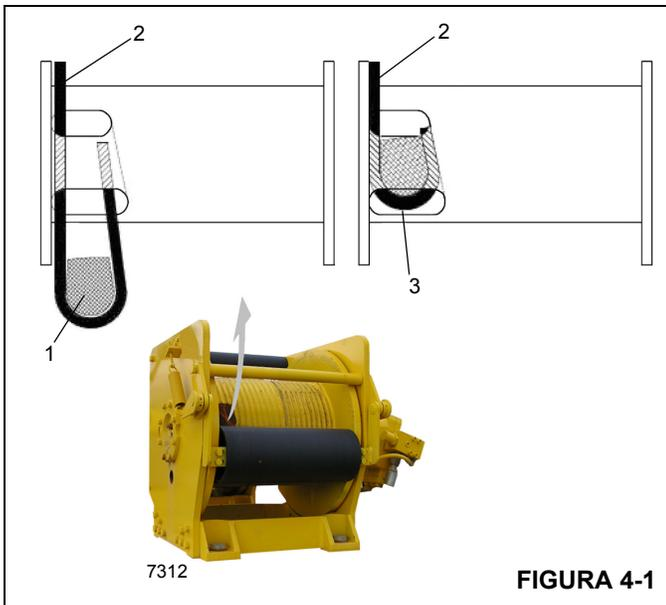

FIGURA 4-1
3. Insira o cabo através da fenda e posicione-o em volta da cunha de fixação (1) (Figura 4-1).